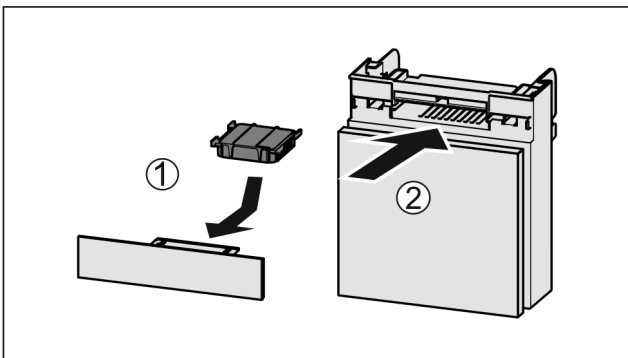

Fig. 87
- ▶ Umetnite filter s aktivnim ugljenom kao što je prikazano na slici Fig. 87 (1).
- ▶ Umetnite pretinac Fig. 87 (2).